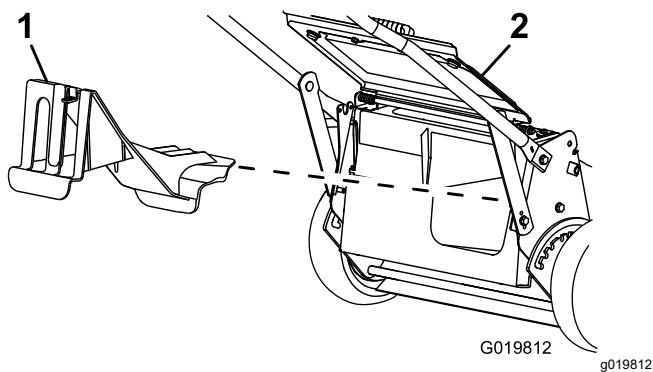

Figura 20
- Si el tapón de descarga trasero no está instalado, sujételo por el asa, eleve el deflector trasero e introduzcalo en el conducto de descarga trasera hasta que el enganche encaje en su sitio; consulte Figura 20.